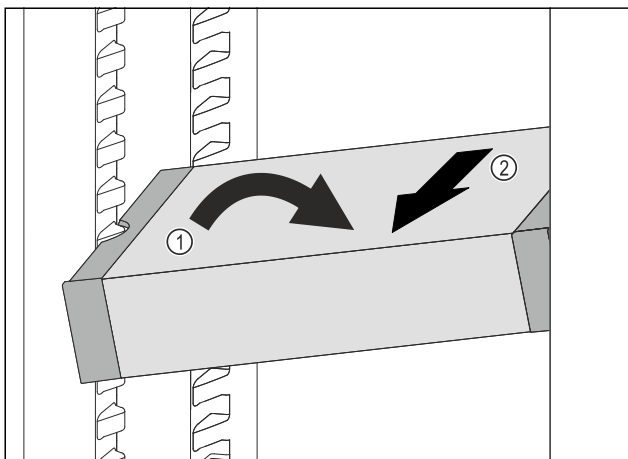

Fig. 117
- ▶ VarioSafe postavte v chladničke šikmo. Fig. 117 (1)
- ▶ VarioSafe vyberte dopredu. Fig. 117 (2)